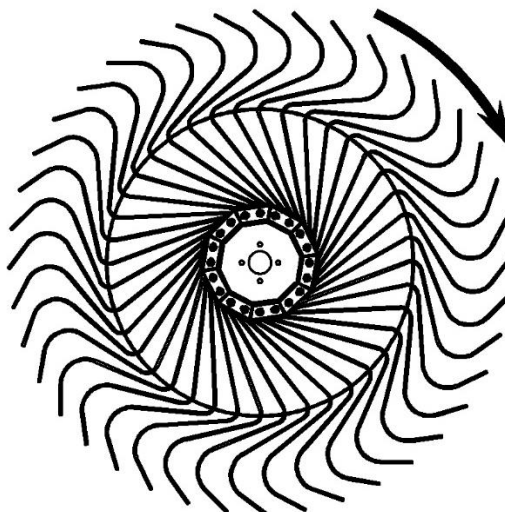

Рисунок 8 – Направление 201-6000 – Рабочих колес.
Установите рабочее колесо прижимами в сторону от граблей, чтобы изгибы граблин были направлены по часовой стрелке (Рисунок 8). Зафиксируйте колесо к ступице используя болты М10х35 (2), шайбы 10 (4), пружинные шайбы 10 (5), гайки М10 (3).